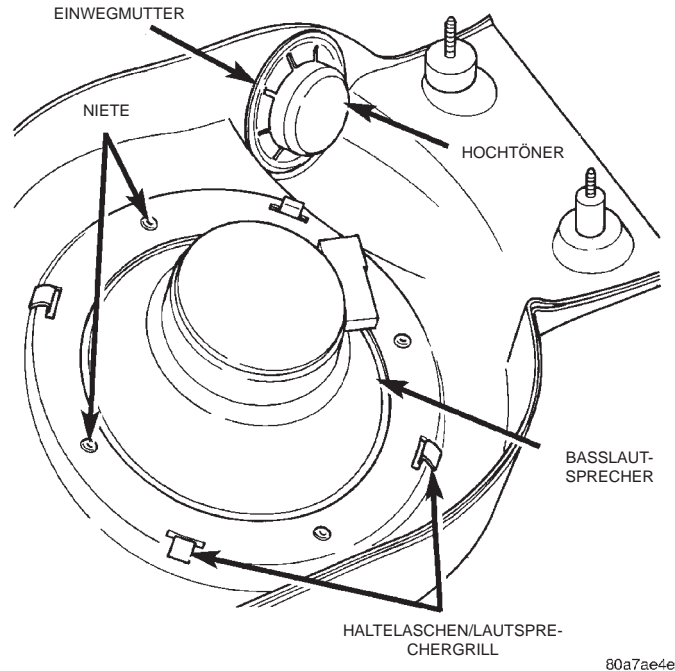

Abb. 15 Lautsprecher an der Lautsprecherleiste aus- und einbauen
(2) Steckverbinder der Lautsprecherleiste vom Hochtöner abziehen.
(3) Von der Innenseite der Lautsprecherleiste her die Einwegmutter, mit welcher der Hochtöner an der Lautsprecherleiste befestigt ist, mit einem Seitenschneider abschneiden und abnehmen (Abb. 15).
(1) Lautsprecherleiste aus dem Fahrzeug ausbauen. Näheres dazu siehe in diesem Kapitel.
(2) Steckverbinder der Lautsprecherleiste vom Baßlautsprecher abziehen.
(3) Von der Innenseite der Lautsprecherleiste her die vier Haltetaschen aufbiegen, mit denen der Lautsprechergrill an der Lautsprecherleiste befestigt ist (Abb. 15).
(4) Lautsprechergrill von der Außenseite der Lautsprecherleiste vorsichtig abnehmen.
(5) Die vier Niete, mit denen der Baßlautsprecher an der Lautsprecherleiste befestigt ist, vorsichtig ausbohren.
(6) Baßlautsprecher von der Lautsprecherleiste abnehmen.
(7) Der Einbau erfolgt in umgekehrter Reihenfolge wie der Ausbau. Hierbei den Baßlautsprecher immer mit neuen Nieten von der Innenseite der Lautsprecherleiste her befestigen.